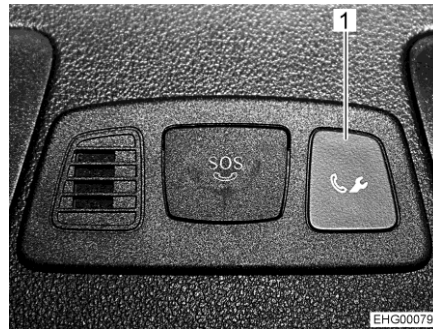
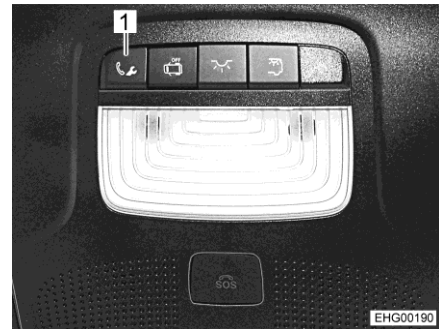

Fig. 11 Tasto per la chiamata di soccorso (console centrale)
Fig. 12 Tasto per la chiamata di soccorso (console a tetto)
- Premere il tasto (Fig. 11,1 o Fig. 12,1) per la chiamata di soccorso. Viene avviata una chiamata al centro di assistenza clienti di Mercedes-Benz.